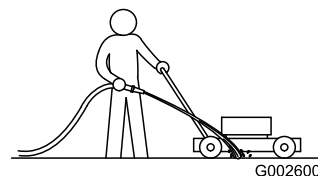

Figura 26
1. Collocate il tosaerba su una superficie piana pavimentata, con il motore acceso, e spruzzate un getto d'acqua davanti alla ruota **destra** posteriore (Figura 26).